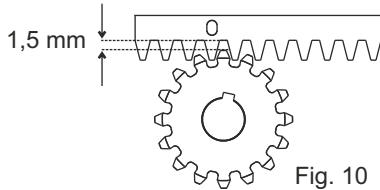

Fig. 10
5.6. Toda la cremallera va levantada de 1,5 mm para evitar que el peso de la cancela llegue hasta el piñon (Fig. 10), **Atencion:** mantener un juego de al menos 0,5 mm entre diente de pinon y diente de cremallera;